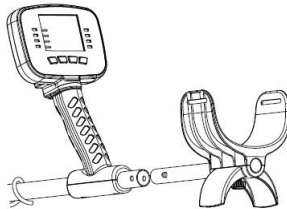

Abb. 5
5. Drücken Sie den silbernen Knopf am oberen Stab und fügen Sie den oberen Stab in den mittleren Stab ein (siehe Abb. 5).